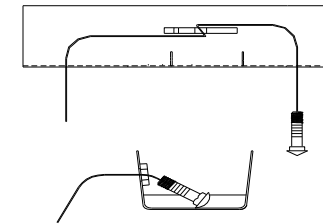

Figura 2
- Baje el escape mediante la eliminación de (2) tornillos de 8 mm desde el soporte colgante en ambos lados del vehículo.
- Inserte con el alambre guía los pernos de carruaje 7/16" y los espaciadores a través del orificio de acceso agrandado y saliendo por los dos orificios de montaje laterales en el larguero del bastidor, deje el alambre guía adjunto. Ver Figura 2.
- Inserte los (4) espaciadores de 0.25" x 1" x 1.5" entre el soporte colgante y el larguero del bastidor en ambos lados, y vuelva a colocar el soporte colgante con los pernos M8 en el kit de fijadores. Asegúrese de que los orificios del soporte colgante y los espaciadores se alineen para que el perno pase.
1. Baje el escape mediante la eliminación de (2) tornillos de 8 mm desde el soporte colgante en ambos lados del vehículo.
3. Inserte con el alambre guía los pernos de carruaje 7/16" y los espaciadores a través del orificio de acceso agrandado y saliendo por los dos orificios de montaje laterales en el larguero del bastidor, deje el alambre guía adjunto. Ver Figura 2.